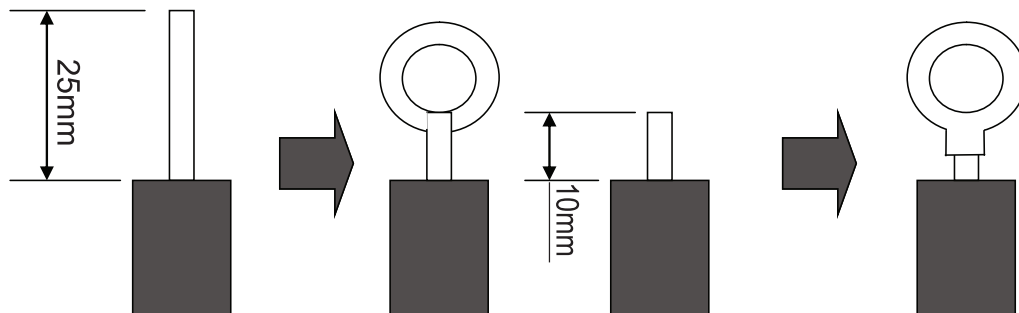

Fig. 39
(1). Per cavi ad anima piena (Fig. 39)
(2). Per cavi multifilo (Fig. 39)